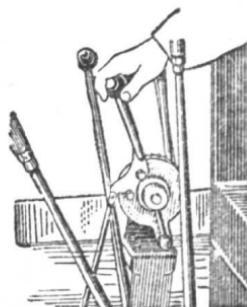

图9 柴油机发动时加速杆的位置
20. 断开减压装置（减压杆放在“工作”位置），加热柴油机几分钟之后，接通减压装置（减压杆拉回“起动”位置），然后将加速杆的止动销拔出，将加速杆从原位向自己方向拉动一半行程使其开始供油（图 9）。